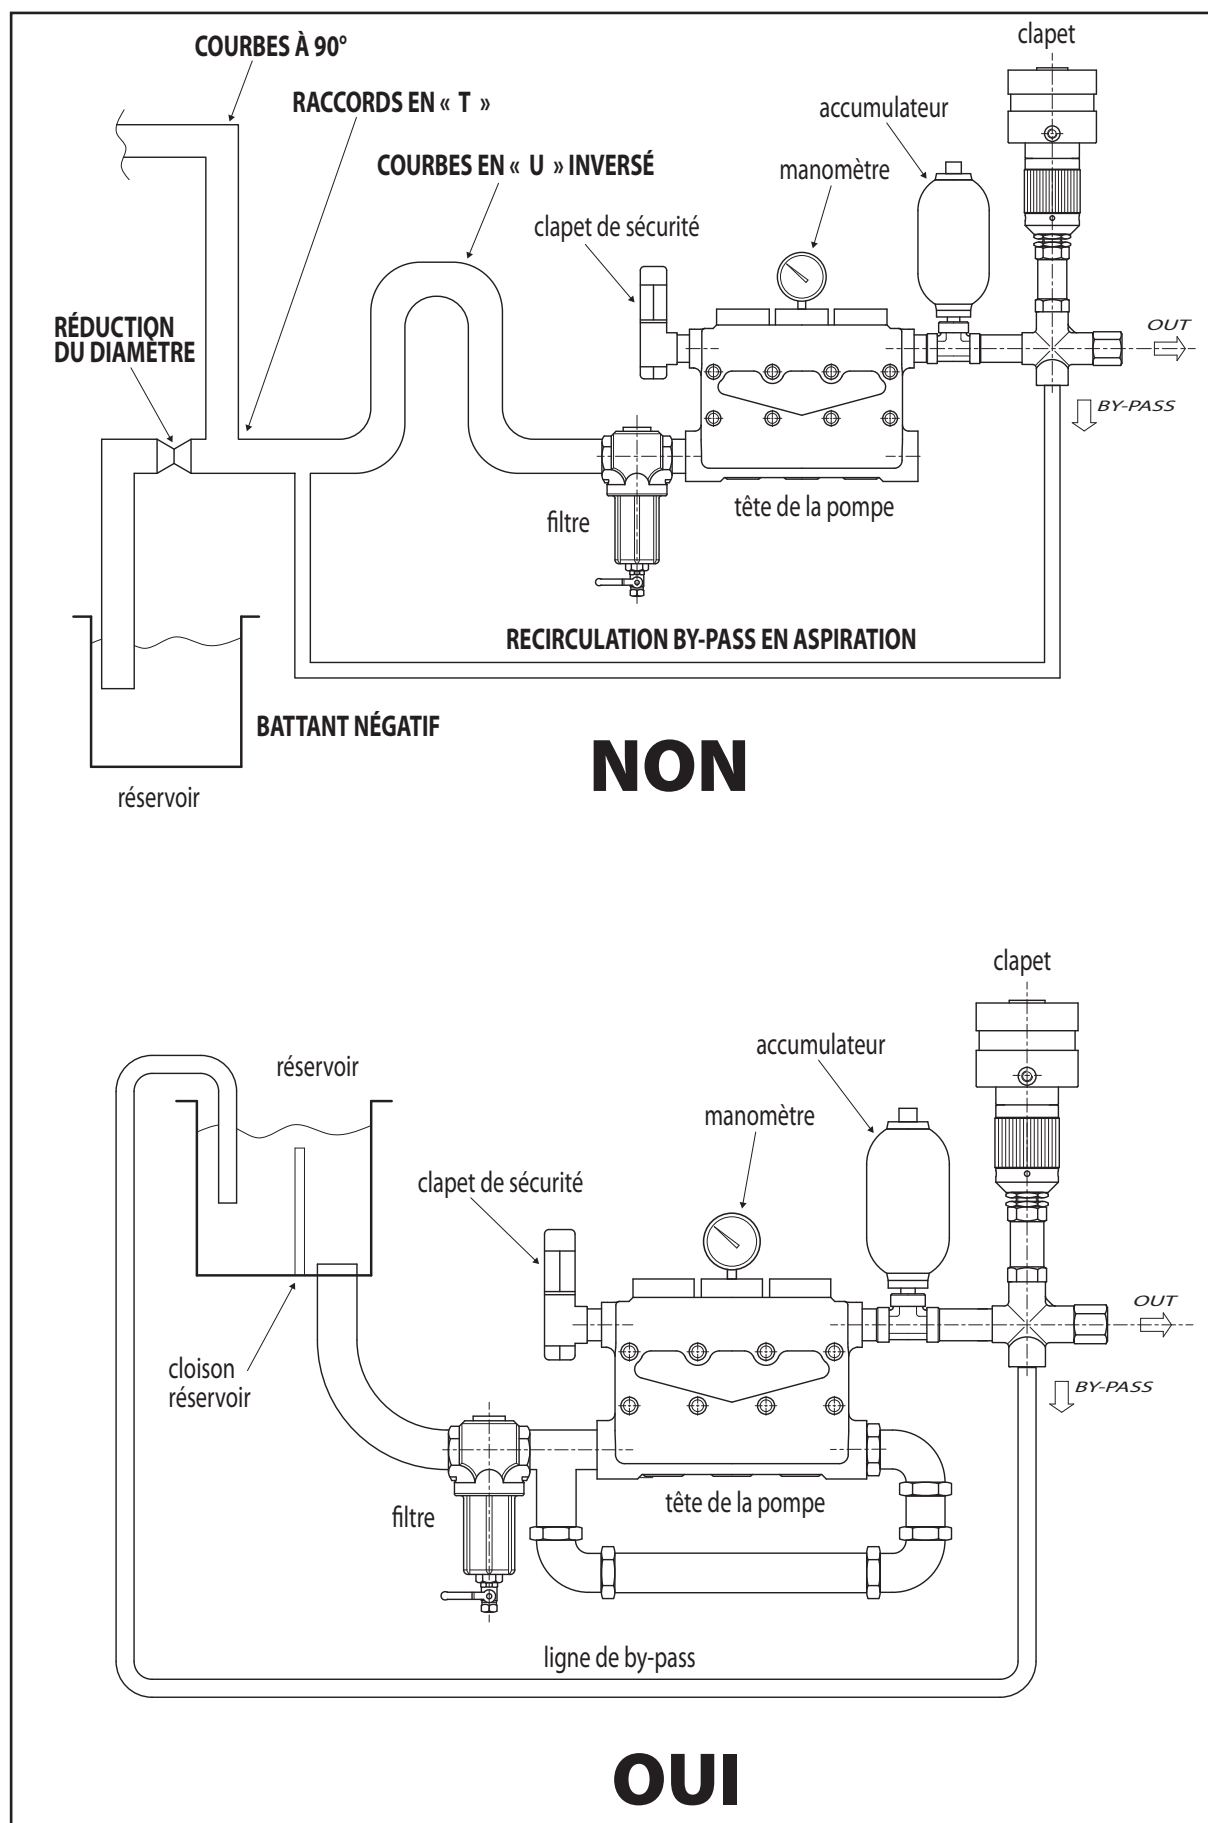

Fig. 2
Pour les raccords hydrauliques d'aspiration, refoulement et by-pass, se reporter à la figure 2, où une schématisation générique d'une machine hypothétique sur laquelle la pompe peut être installée est représentée.
- Au niveau de l'aspiration de la pompe, éviter les étranglements, contre-pentes et courbes en « U » inversé. S'assurer aussi que l'installation est réalisée de façon à éviter le vidange des tuyaux d'aspiration à l'arrêt de la pompe (voir aussi la Fig. 2).